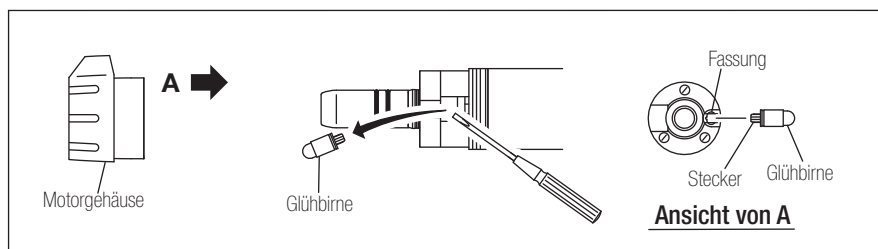

Abb. 22
- Lösen Sie das Motorgehäuse, trennen Sie es vom Motor und entfernen Sie die alte Glühbirne mit dem kleinen Stift wie mit einem Schraubendreher. (Abb. 22)